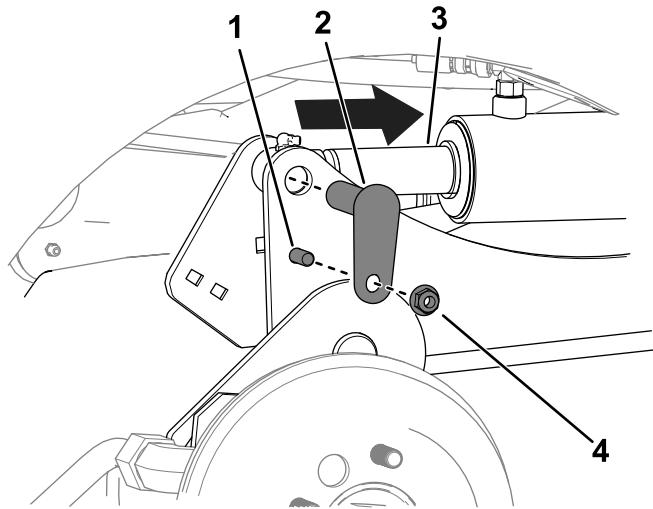

Bild 7
- B. Verwenden Sie einen Austreiber, um die Löcher der Zylinderstange mit den Löchern des Hubarms auszurichten (Bild 7).
- C. Verwenden Sie zwei Schrauben ($\frac{3}{8}$ " x $1\frac{1}{4}$ "), zwei Muttern ($\frac{3}{8}$ ") und zwei kleine Stifte, um die Hubarme an den Zylindern zu befestigen (Bild 7).